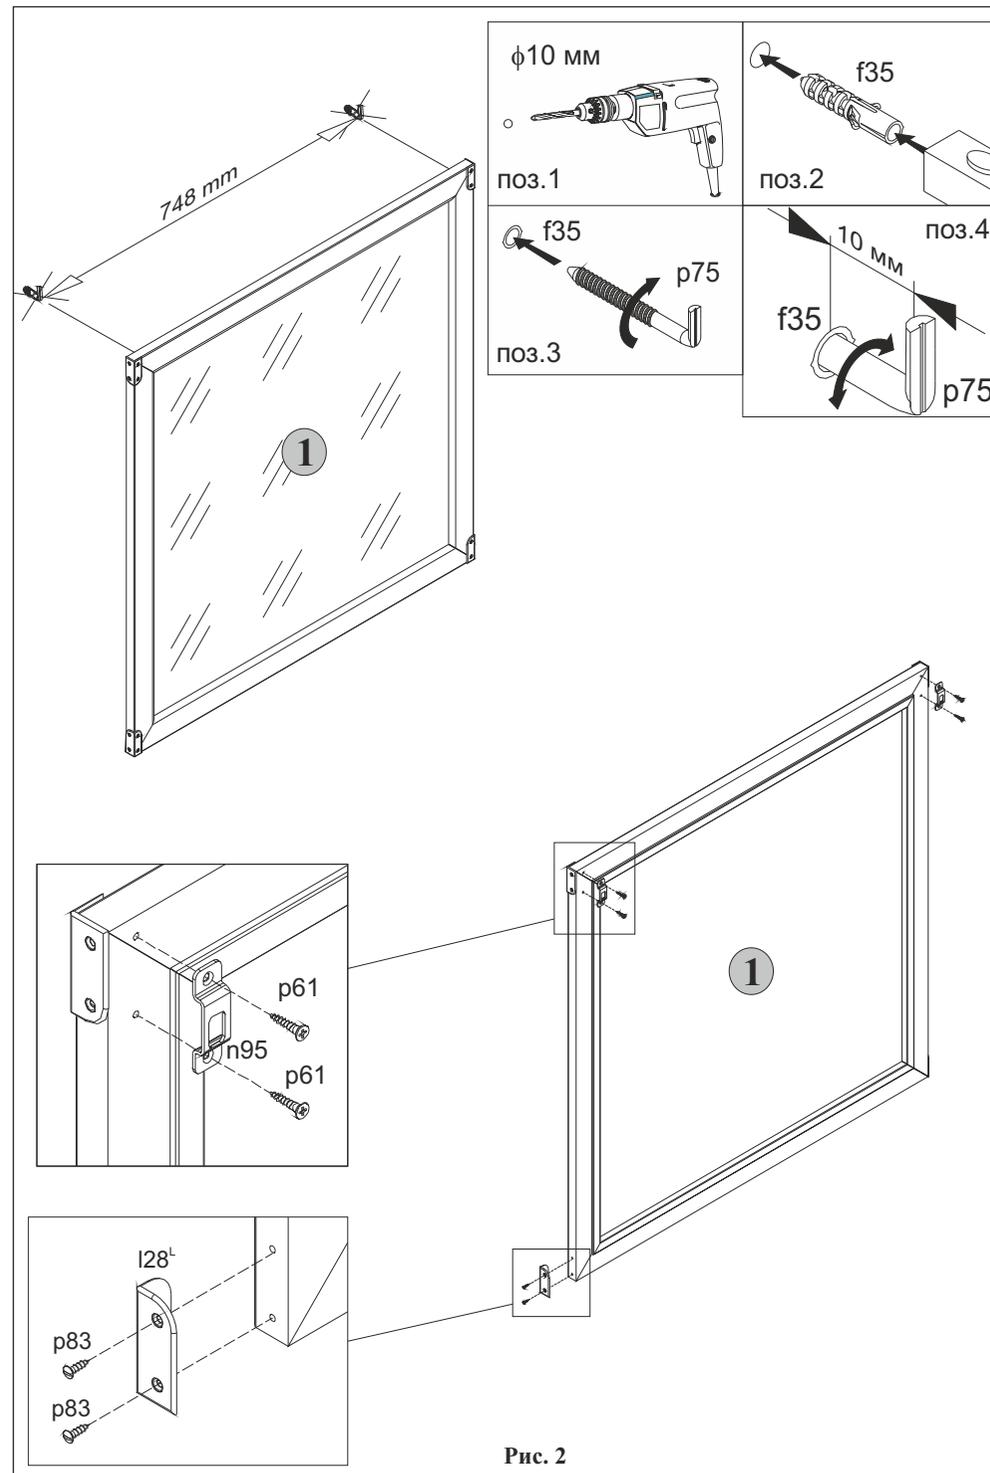

Рис. 2
- 5.4 Вбить в отверстия на стене пластмассовые дюбеля **f35 (см. поз. 2 рис. 2)**.
- 5.5 Вкрутить в дюбеля **f35** крючки для навешивания **p75 (см. поз. 3 и 4 рис. 2)**.